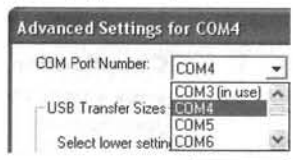

рис. 8
5. После установки драйвера, в системе должен появиться новый виртуальный COM-порт. Если его порядковый номер окажется больше COM4, то надо войти в закладку "Port Settings-Advanced" и подкорректировать число (рис.8). Выбрать скорость обмена, которая указана в названии HEX-файла, в частности, 115200 бит/с.